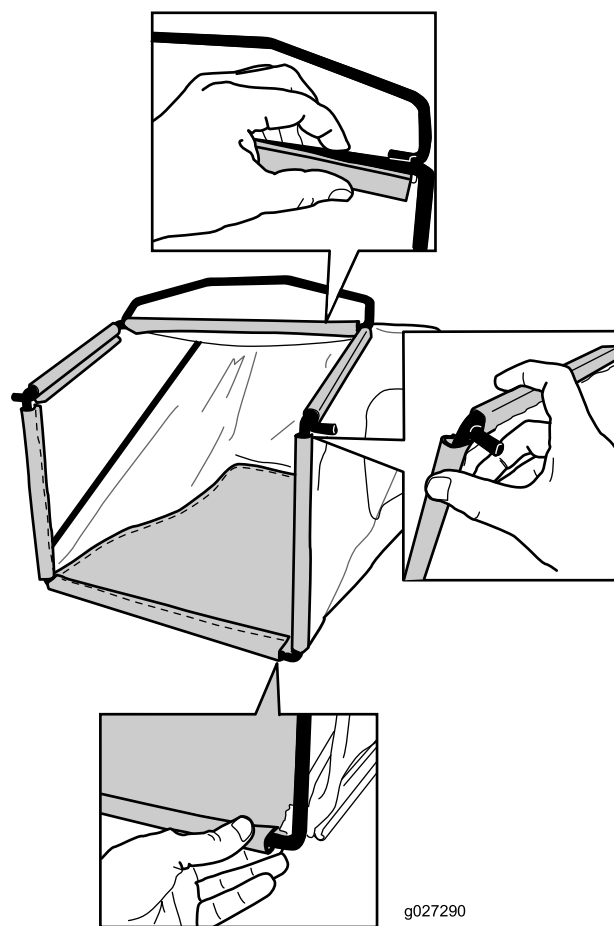

Рисунок 9
2. Зацепите нижний обод травосборника за нижнюю часть рамы (Рисунок 9).
3. Зацепите верхний и боковой обод травосборника за верхнюю и боковые стороны рамы, соответственно (Рисунок 9).